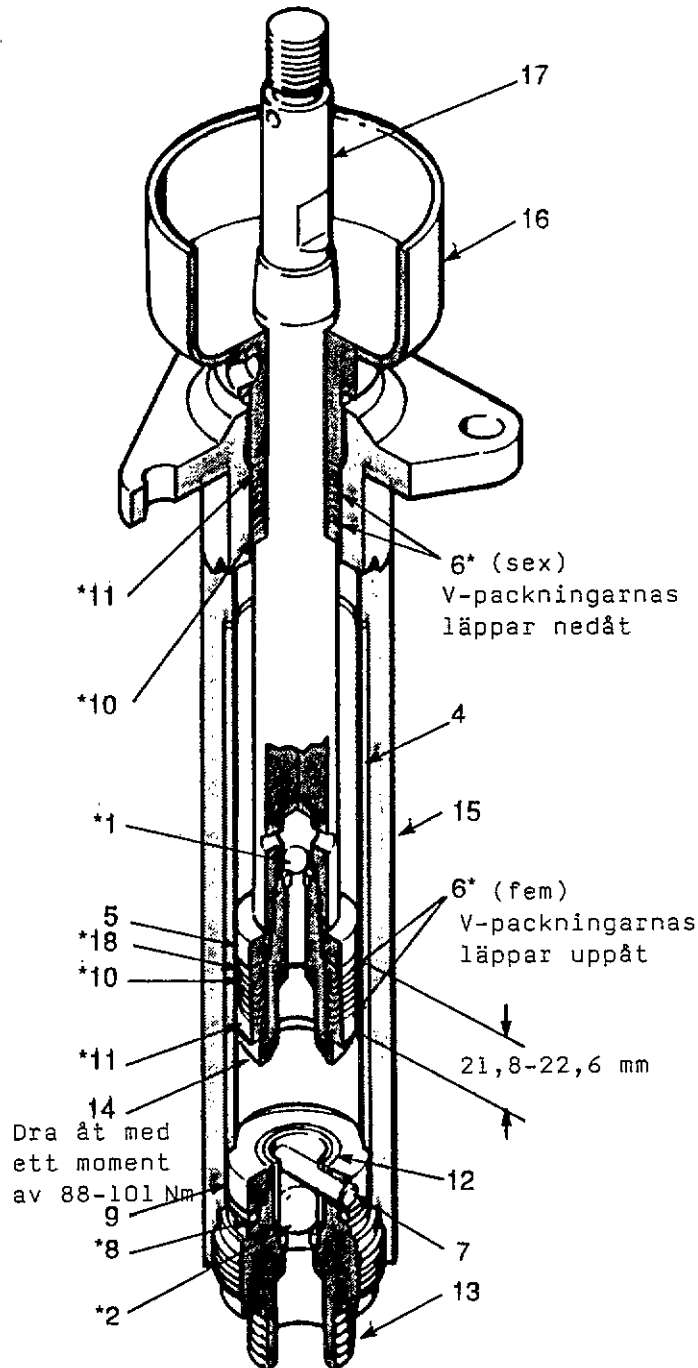

Fig 3
Skruva loss inloppsventilens hus (13) från pumpcyllindern (15). Ta bort pinnen (7), kulan (\*2), O-ringhållaren (9) och O-ringen (8). Se fig 3. Om sätet i ventilhuset (13) är skadat eller slitet skall huset bytas ut.
Montera halspackningar (\*6) och gland (\*10 & \*11) i halsen på pumpcyllindern (15) i den ordning som visas i fig 3. Se till att V-packningarnas läppar vänds nedåt. Dra åt packningsmuttern (16) löst.
Montera gland (\*10 & \*11), packningar (\*6) och packningshållare (5) på kolven (14) i den ordning som visas i fig 3. Se till att V-packningarnas läppar vänds uppåt.